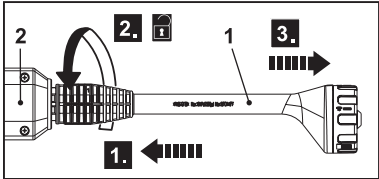

Fig. 2
1. Pressione a lança 5 em 1 (1) em direção à pistola de pulverização (2) (Fig. 2, passo 1) e rode-a para a esquerda (passo 2) para a desbloquear e remover (passo 3).